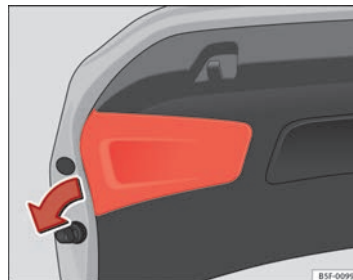

Fig. 154 Retrait du cache sur le hayon
- Retirez le cache du hayon dans le sens de la flèche ⇒ fig. 154.
- Remontez le cache du revêtement du hayon ⇒ fig. 154. ■